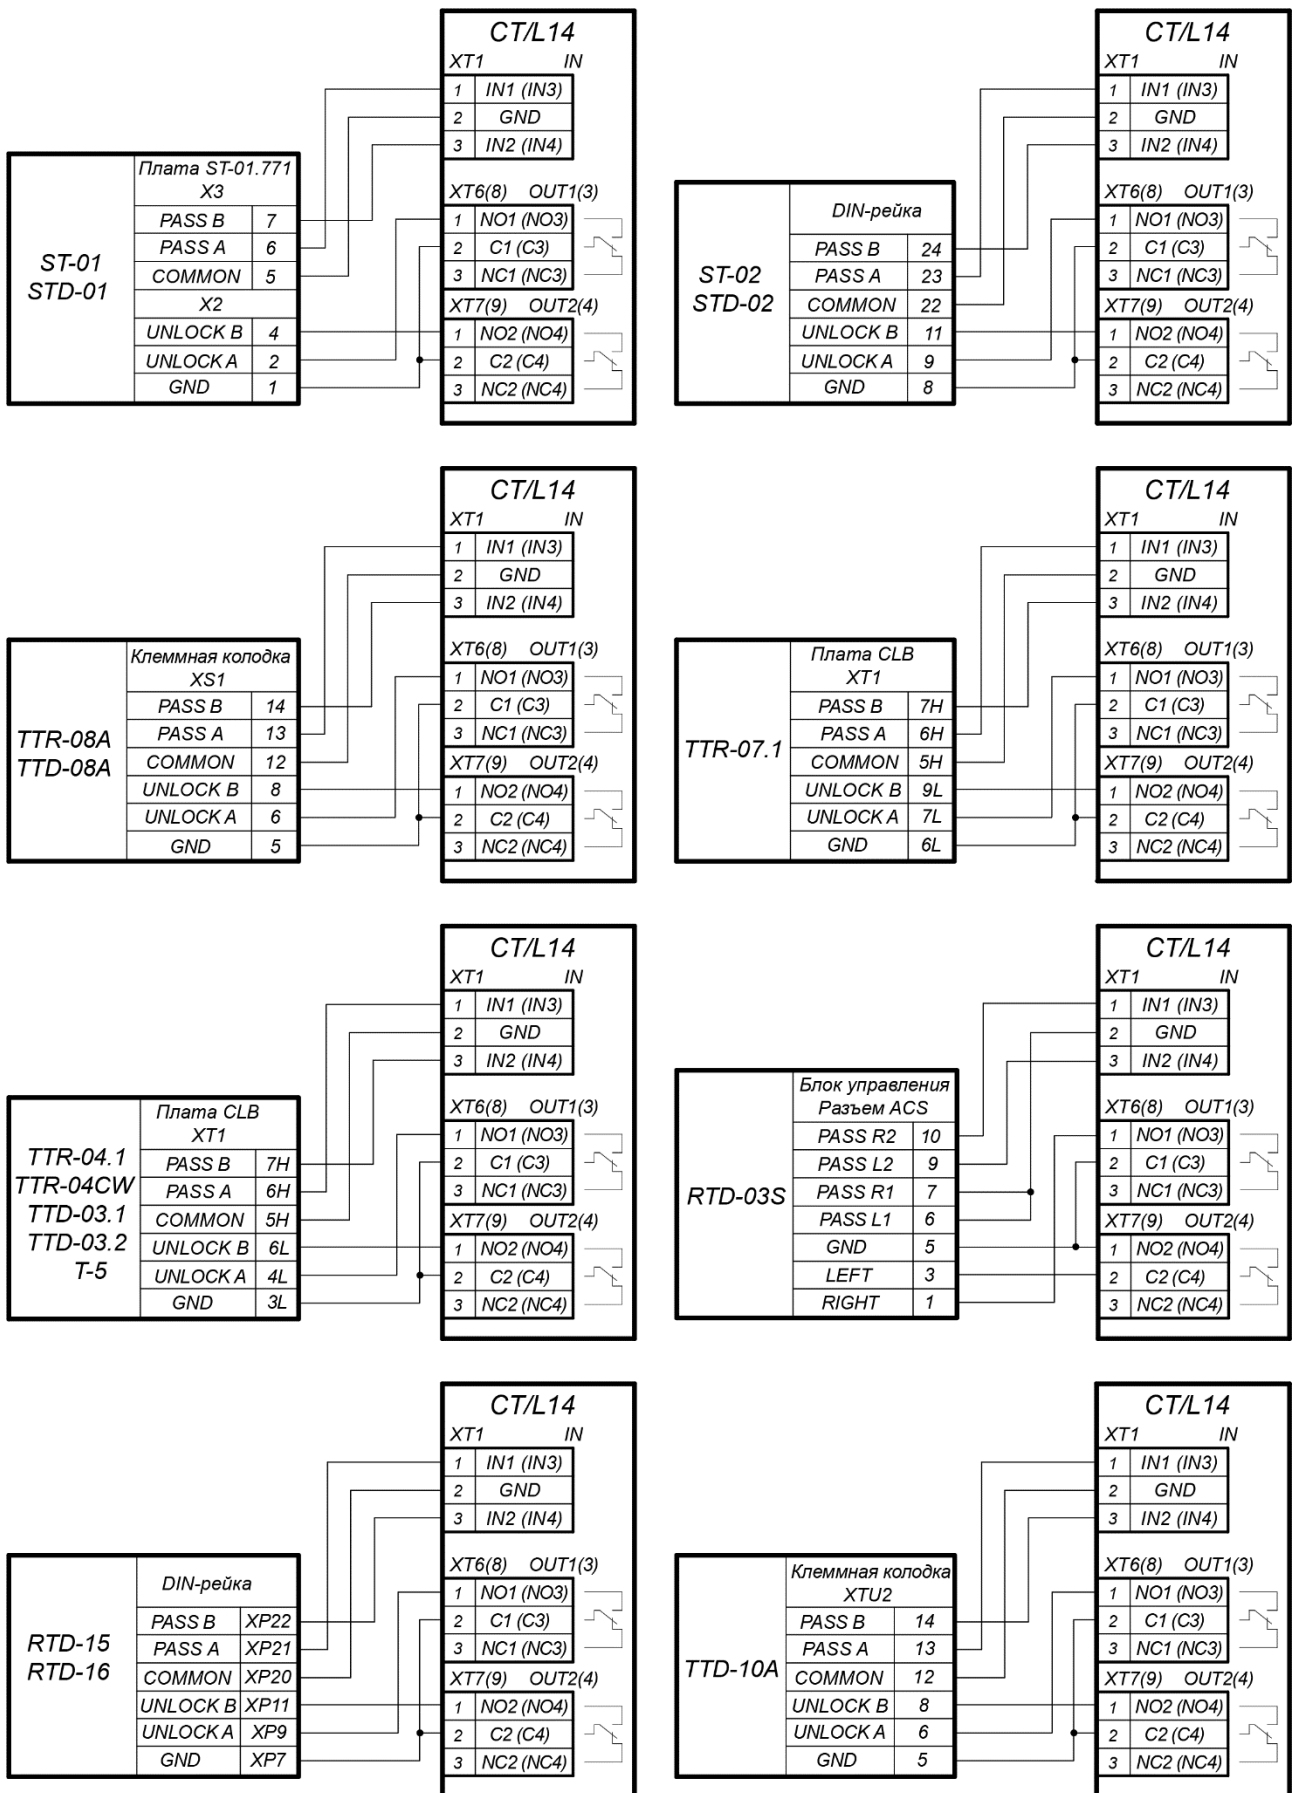

Рисунок 6. Схемы подключений турникетов в варианте конфигурации «Управление турникетом»
2. Турникет (блок управления турникетом) №1 подключается к клеммным колодкам **XT1**, **XT6**, **XT7** нижней платы контроллера в соответствии со схемой для данного типа турникета (см. рис. 6).
3. Турникет (блок управления турникетом) №2 подключается к клеммным колодкам **XT1**, **XT8**, **XT9** нижней платы контроллера в соответствии со схемой для данного типа турникета (см. рис. 6).